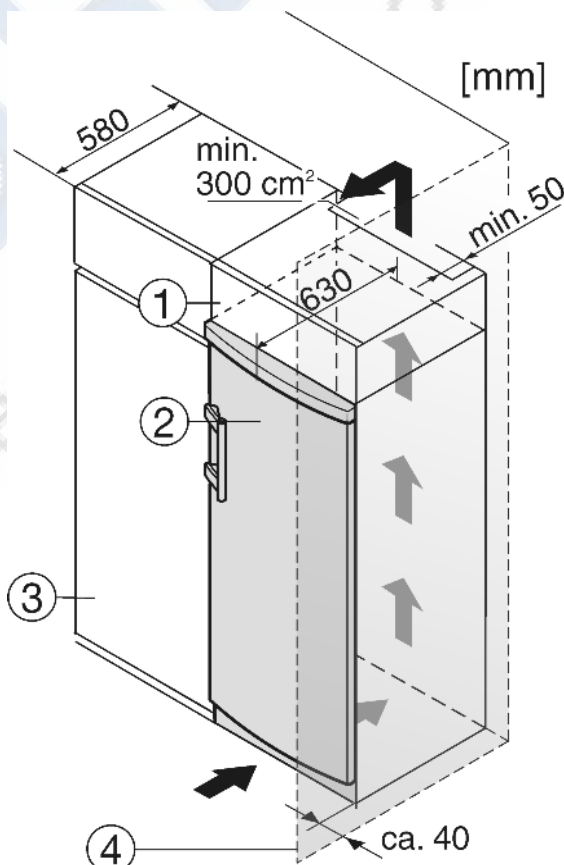

Fig. 8
- (1) Дополнительный шкафчик
- (2) Устройство
- (3) Кухонный шкаф
- (4) Стенка
Устройство может быть окружено предметами кухонной обстановки. Чтобы уравнивать устройство *Fig. 8 (2)* по высоте с кухонной стенкой, можно установить над устройством соответствующий дополнительный шкафчик *Fig. 8 (1)*.
При комбинировании с обычными кухонными шкафами (глубина макс. 580 мм) устройство можно установить непосредственно рядом с кухонным шкафом *Fig. 8 (3)*. Дверь устройства выступает по сторонам на 34 мм и по центру устройства на 50 мм относительно передней стенки кухонного шкафа. Поэтому ее можно свободно открывать и закрывать.
Если устройство установлено на шарнирах у стены *Fig. 8 (4)*, то расстояние между устройством и стеной должно быть не менее 40 мм. Настолько выступает ручка при открытой двери.